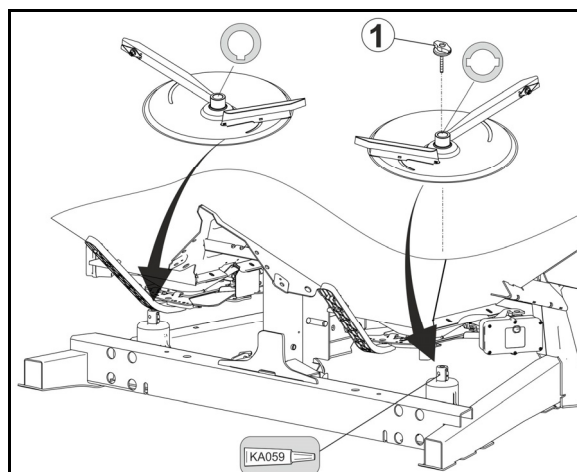

Fig. 53
1. Rimuovere il galletto (Fig. 53/1).